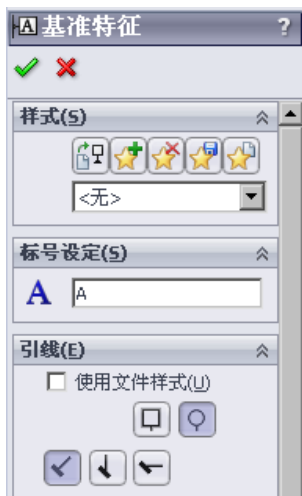

图 6.7.2 “基准特征”对话框
Step2. 选择命令。选择下拉菜单 **插入(I)** → **注解(A)** → **基准特征符号(B)...** 命令，系统弹出“基准特征”对话框（图 6.7.2）。
Step3. 设置参数。在 **标号设定(S)** 区域的 **A** 文本框中输入 A，取消选中 ☐ **使用文件样式(U)** 复选框，单击  和  按钮（图 6.7.2）。